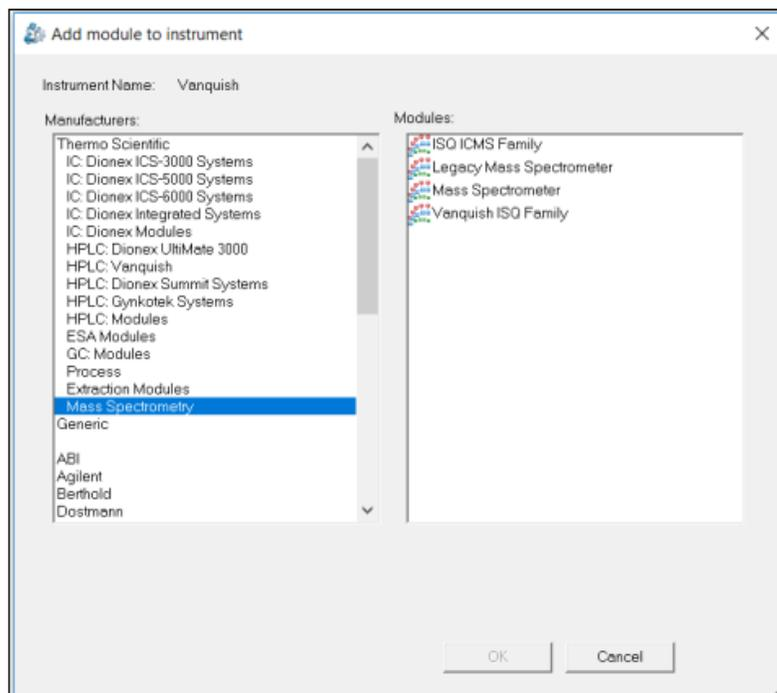

Figure 63 : emplacement du module de l'instrument ISQ EC ou ISQ EM
- 4) Lorsque la partie frontale du IC ou LC est configurée, sélectionnez l'option Add module to instrument (ajouter un module à l'instrument). Reportez-vous à la Figure 63.